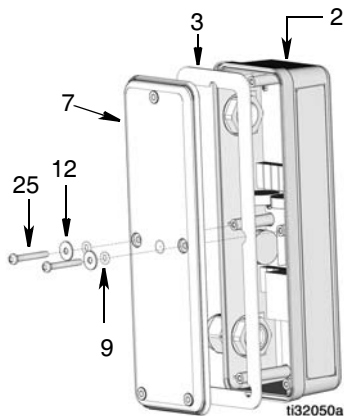

FIG. 34
4. Remova os dois parafusos (12), arruelas (25) e O-Rings (9) da tampa do PAC (7), e remova a tampa e a vedação (3) do gabinete dos componentes eletrônicos do PAC (2) (FIG. 34).
5. Instale a vedação (3) dentro da tampa do PAC (7) (FIG. 34).
6. Instale a tampa sobre o gabinete do PAC (2). Verifique se todos os orifícios de parafuso na tampa e no gabinete estão alinhados (FIG. 34).